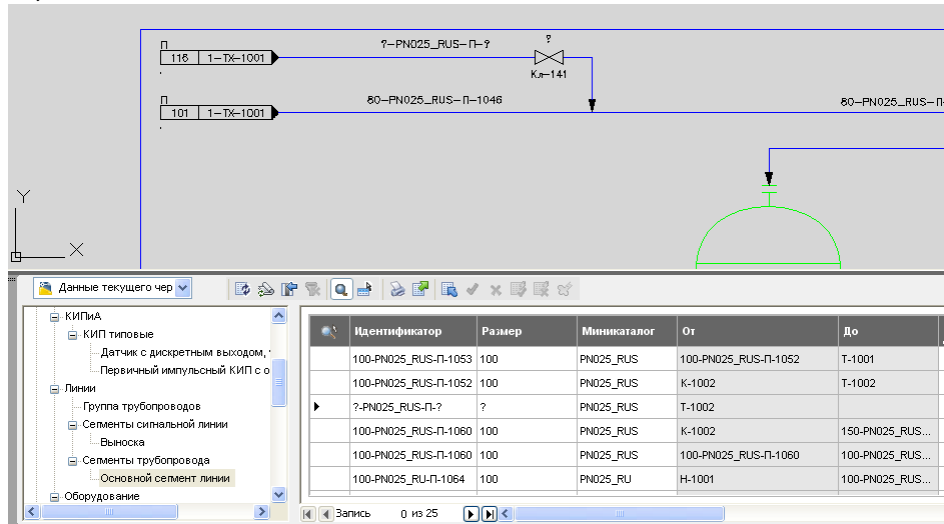

Рис. 33
- В графической области чертежа эта линия находится в верхнем левом углу (Рис. 33).